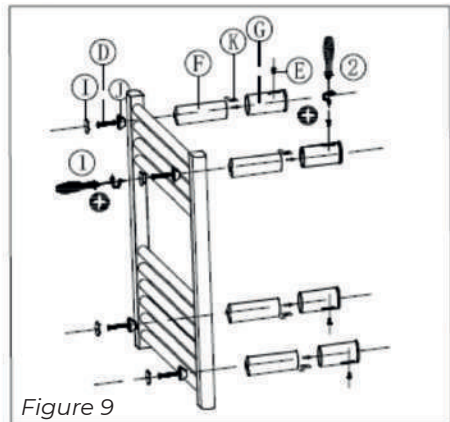

Figure 9
12. Placez les quatre bouchons d'étanchéité (Figure 9, pos. I).